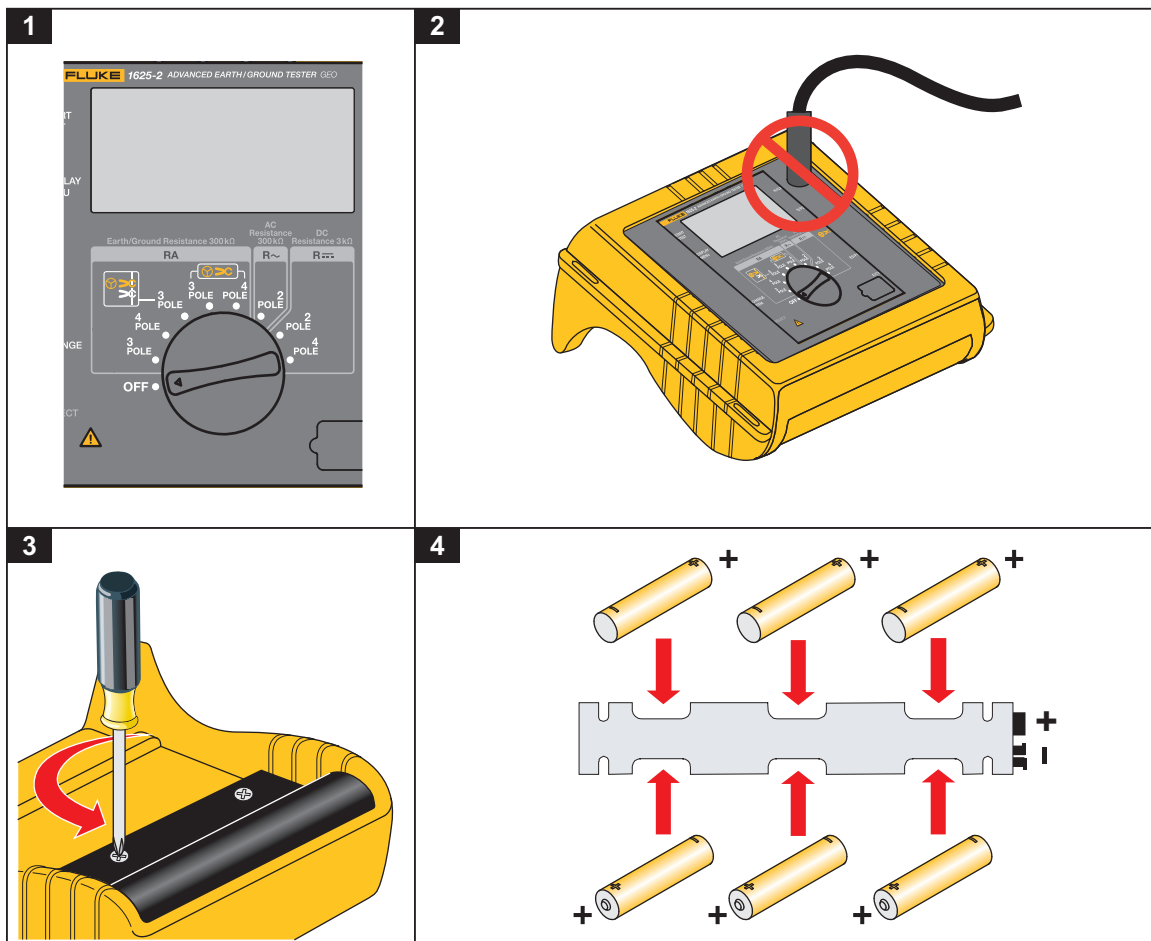

Рис. 2. Вставка элементов питания2
1. Отключите прибор. См. рис. 2.